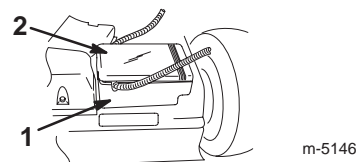

Figure 5
- Enlevez le couvercle du compartiment de la batterie (Fig. 5).